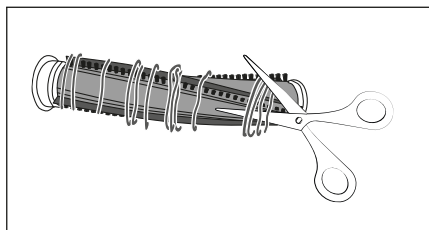

Abb. 24
- 4) Schneiden Sie Fäden und Haare entlang der Borsten der Bürstenrolle **19** mit einer Schere durch (siehe Abb. 24). Entfernen Sie Fäden und Haare von der Bürstenrolle **19**.